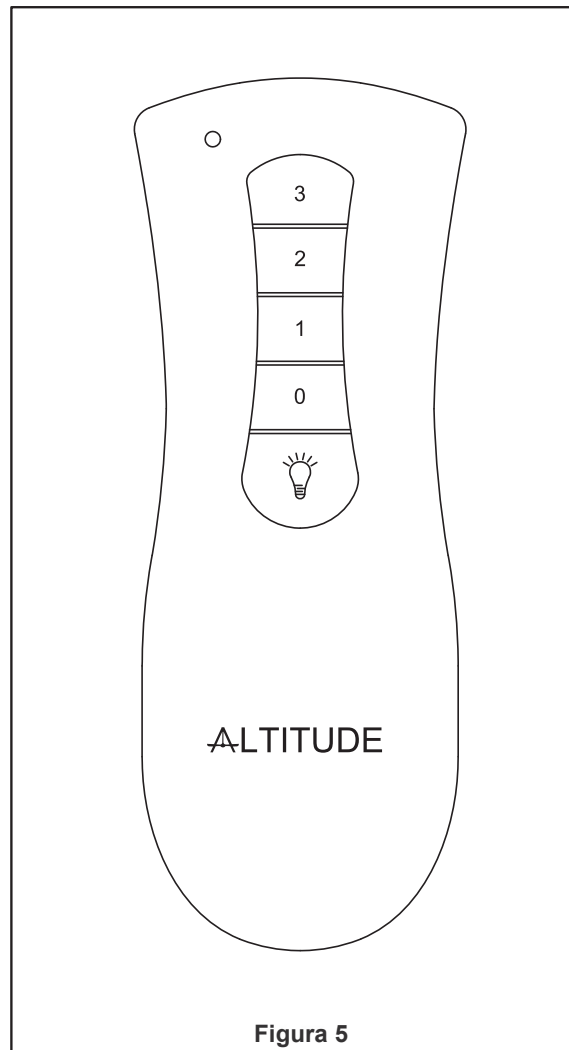

Figura 5
- Funciones del control remoto: (Figura 5)